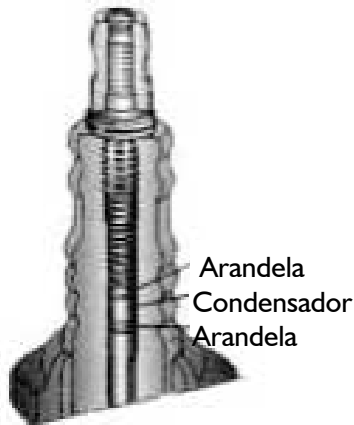

Figura 2.46
c) Bujía de encendido con **supresor tipo “Convertidor”**. Este tipo de estrategia para eliminar las interferencias de radio frecuencia, consiste en disponer en la bujía un condensador o capacitor interno, que ayuda a la eliminación de las RFI (figura 2.46).